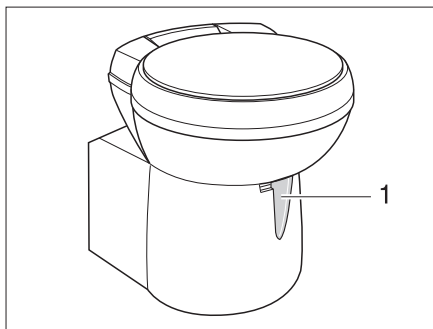

Fig. 243 Cuvette Thetford, orientable
- Avant d'actionner la chasse d'eau, ouvrir le curseur des toilettes Thetford. Pousser pour cela le levier du curseur (Fig. 243,1) dans le sens inverse des aiguilles d'une montre.
- Pousser le levier du curseur (Fig. 243,1) dans le sens des aiguilles d'une montre. Le curseur se ferme. Pour la vidange il **faut** que le curseur des toilettes Thetford soit fermé.